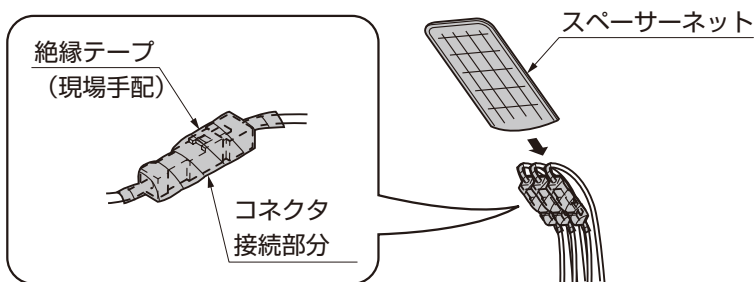

図4-1 3分岐の場合
- ① ケーブルの表面をサンドペーパーで削りコネクタ接続部分に絶縁テープ (現場手配) を2回以上巻いてください。(図4-1参照)
- ② 全てのコネクタ接続部分をスペーサーネットに入れてください。(図4-1参照)